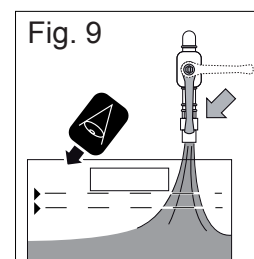

Fig. 9
2. Aprire con moderazione la saracinesca e controllare visivamente il riempimento del recipiente (Fig. 9).